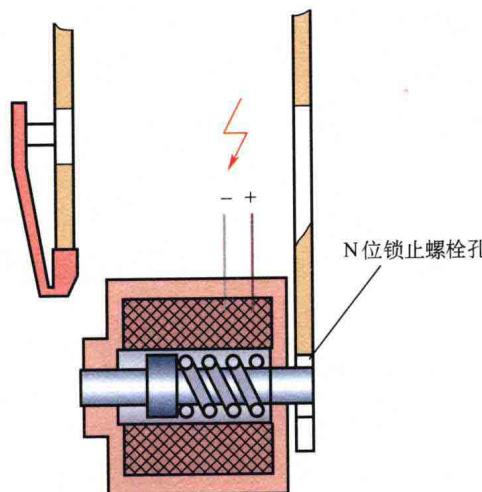

图2-6 N位锁止
③ 变速杆在N位锁止：如果变速杆在N位超过2s，变速杆传感器系统控制模块J587就会激活换挡锁止电磁阀N110，使锁止销移动到N位锁止孔。这就防止变速杆意外换到前进档。踩下制动踏板时，锁止销将会开锁，如图2-6所示。
④ 紧急开锁：如果换挡互锁电磁阀N110的供电中断，弹簧压紧力使变速杆锁止在P位，变速杆不再移动。